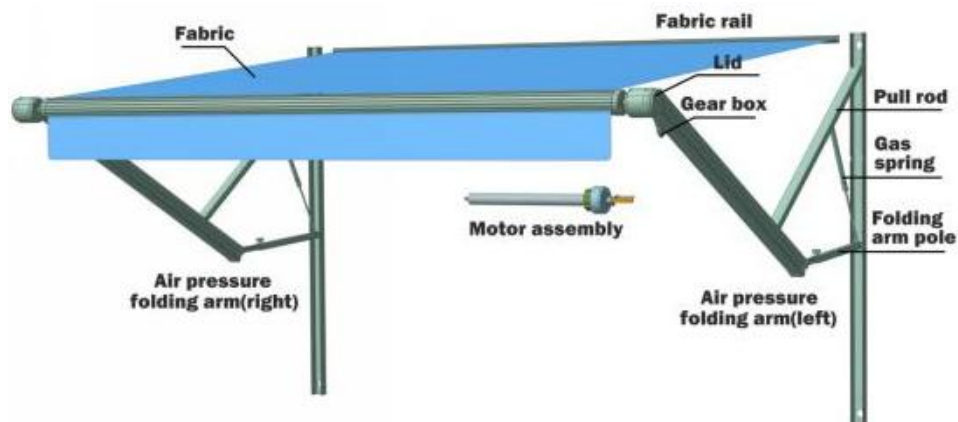

Figura D1
Schema della struttura della tenda da sole B2E : Figura D1
3.7.3 Rimuovere il perno di sicurezza sul coperchio dell'estremità del rullo lato non motore (Figura D1 8) , rilasciare il braccio pieghevole e tendere il rotolo di tessuto esercitando una forza.